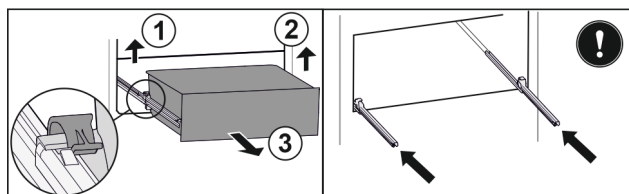

Fig. 117
- ▶ Linke Klemme anheben und gleichzeitig Schubfach links nach vorne ziehen. *Fig. 117 (1)*
- ▶ Rechte Klemme anheben und gleichzeitig Schubfach rechts nach vorne ziehen. *Fig. 117 (2)*
- ▶ Schubfach nach vorne entnehmen. *Fig. 117 (3)*